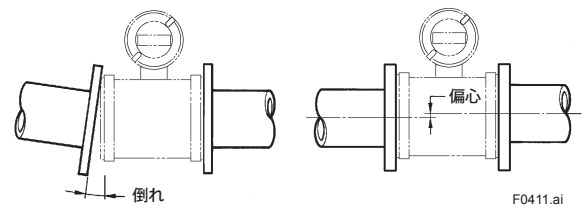

図 4.2.2 隣接管の倒れおよび偏心
- (1) 配管に倒れや偏心があったり、あるいは面間寸法が許容値に入っていない場合、検出部を取付ける前に図 4.2.2 に示すように必ず修正してください。